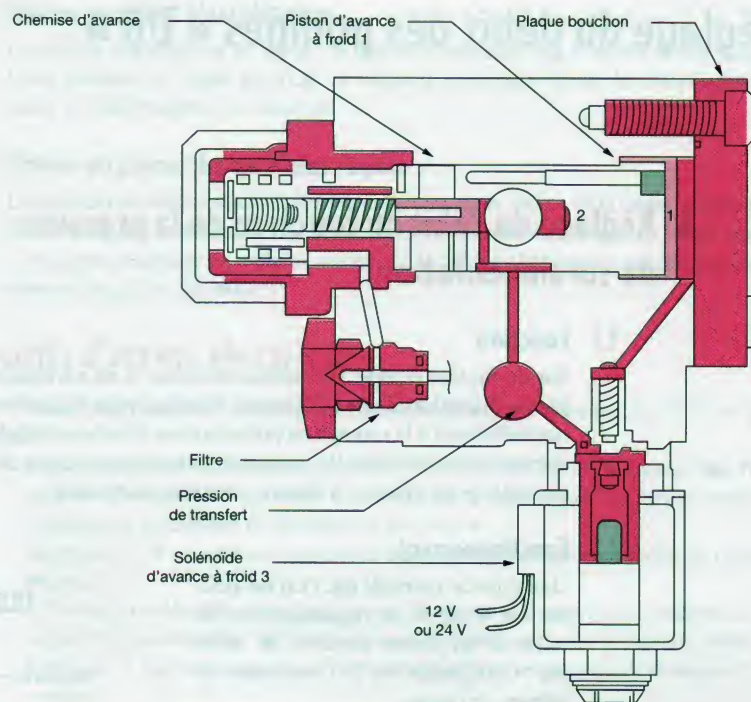

Figure 70.8. Avance avec dispositif de surcaleur à froid électrique (Doc. Stanadyne)
- le dispositif d'optimisation du point d'injection en phase « moteur froid » électrique (fig. 70.8) ;